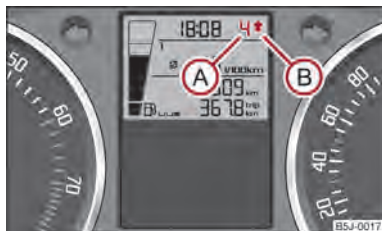

Fig. 4 Suggerimento per il passaggio di marcia
Sul display dello strumento combinato viene visualizzata un'informazione sulla marcia innestata (A) ⇒ fig. 4.